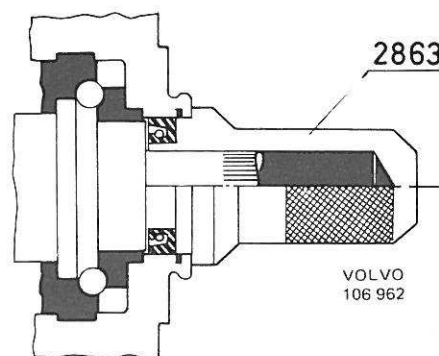

Figure 82. Montage de la bague d'étanchéité
- Remplir de graisse l'espace entre les lèvres de la nouvelle bague d'étanchéité. Emmancher la bague d'étanchéité sur l'outil de montage 2863 en se servant d'un guide détaché. Enlever le guide et monter la bague d'étanchéité dans le boîtier de direction, figure 82.